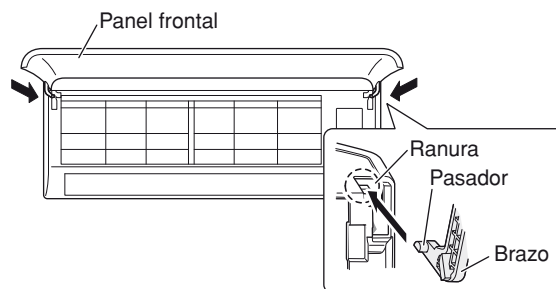

Fig. 18c-2
- (2) Asegúrese de que la rejilla y el bastidor estén bien acoplados con los apéndices enganchados.
- (3) Presione firmemente la rejilla con la mano para asegurarse de que no queda espacio libre entre el bastidor y la rejilla.
- (4) Apriete los 3 tornillos y cierre las cubiertas de los tornillos.
- (5) Tome las secciones que hay cerca de los brazos del panel frontal, a ambos lados, sostenga el panel frontal de modo que esté casi horizontal, ponga los ejes de los brazos en contacto con la parte superior de las ranuras de los lados derecho e izquierdo del acondicionador de aire, y luego empuje firmemente hasta que los ejes de los brazos se acoplen con seguridad en su posición. (Fig. 18c-2)